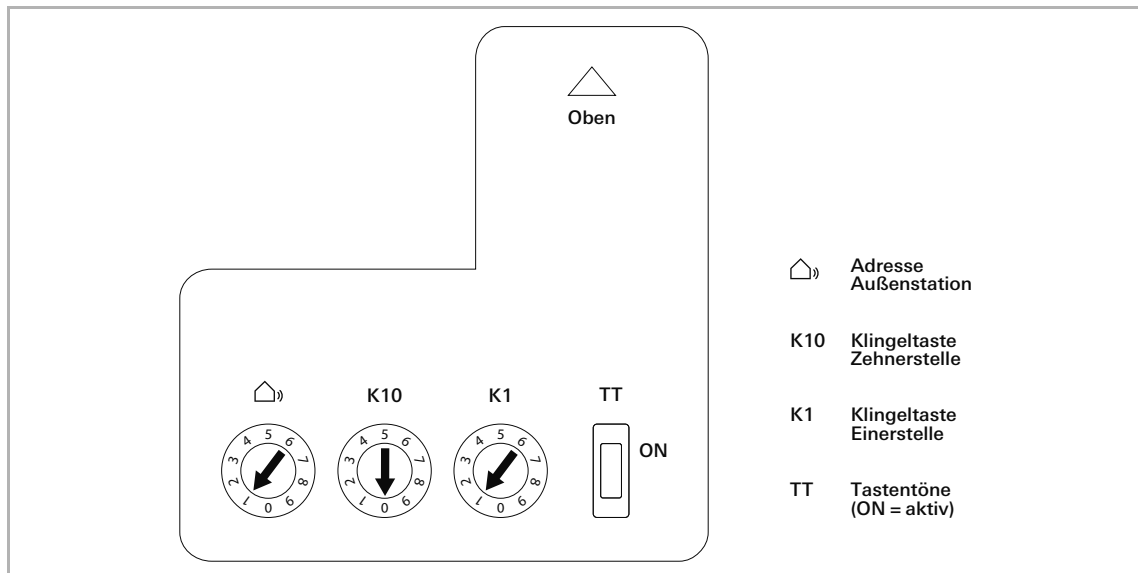

Abb. 40: Einstellung der Adresse der Außenstation
5.1.7 Einstellung der Adresse der Außenstation (Abb. 40)